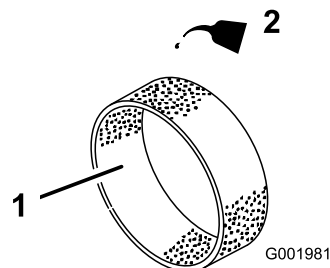

Figura 46
4. Coloque 30 ou 60 ml de óleo no filtro (Figura 46).